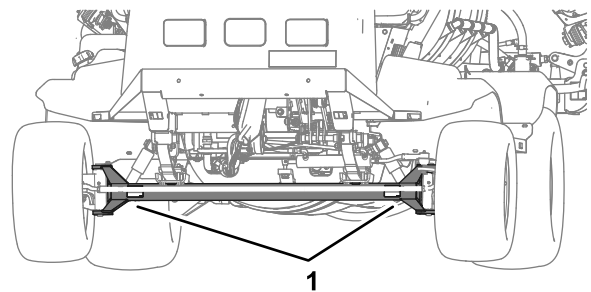
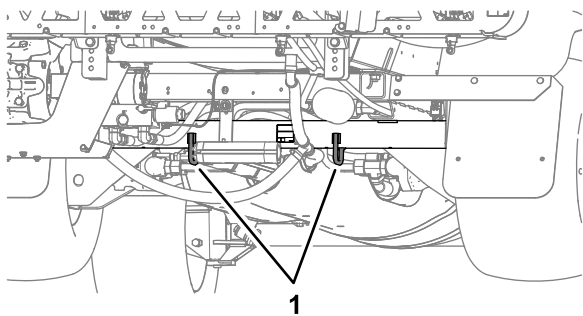

Figure 92
Figure 93
- Arrimez solidement la machine sur le véhicule de transport ; la Figure 92 et la Figure 93 montrent les points d'attache de la machine.